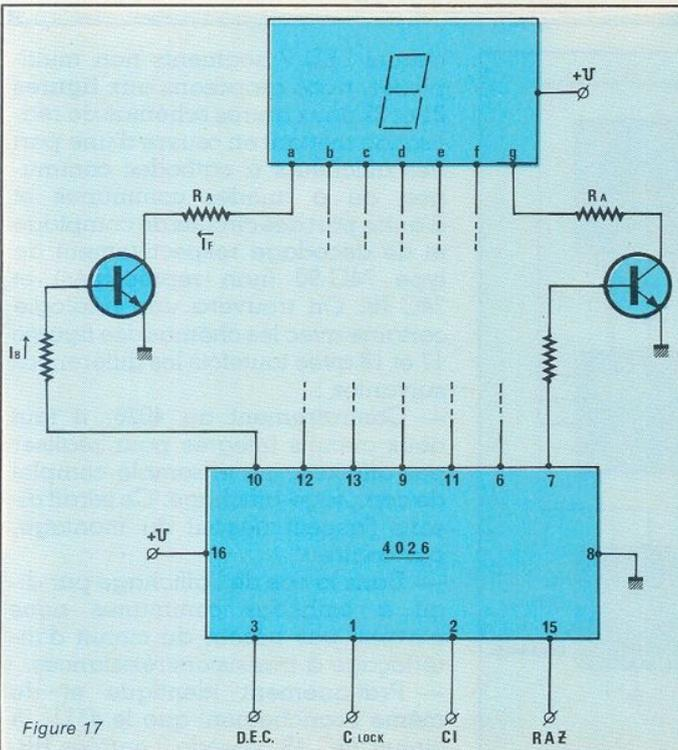

Figure 17
Aux figures 17 et 18 est employé un autre circuit de commande CMOS en l'occurrence un 4026. Celui-ci est une décade de comptage à 5 étages de type JOHNSON avec sorties décodées pour afficheur 7 segments. Là encore de nombreuses combinaisons peuvent être réalisées en utilisant, outre l'entrée de comptage clock broche 1, les bornes RESET (15), clock inhibit (2) et Display enable (3). En dehors de ces différentes configurations de fonctionnement permettant de réaliser un circuit de comptage à part entière avec un seul circuit intégré, nos deux schémas nous permettent de constater qu'il peut être utilisé un quelconque des deux types d'afficheur moyennant une petite électronique d'adaptation.
À la figure 17 l'afficheur est à anodes communes et chaque segment est alimenté à travers un transistor NPN avec résistances de base et de collecteur.
cheurs LED 7 segments non multiplexés, nous proposons aux figures 21 et 22 deux autres schémas de réalisation mettant en œuvre d'une part des afficheurs à cathodes communes, ou à anodes communes et d'autre part des circuits de comptage et de décodage respectivement de type 74C 90 (non représentés) et 74C 48. On trouvera une analogie certaine avec les schémas des figures 17 et 18 avec toutefois les différences suivantes :